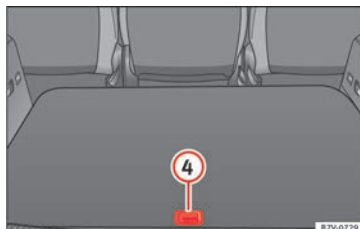

Fig. 113 Otros compartimentos en el suelo del maletero.
Abrir el compartimento posterior » fig. 113 ④:	▷ Levante por el asa la parte posterior del suelo del maletero.